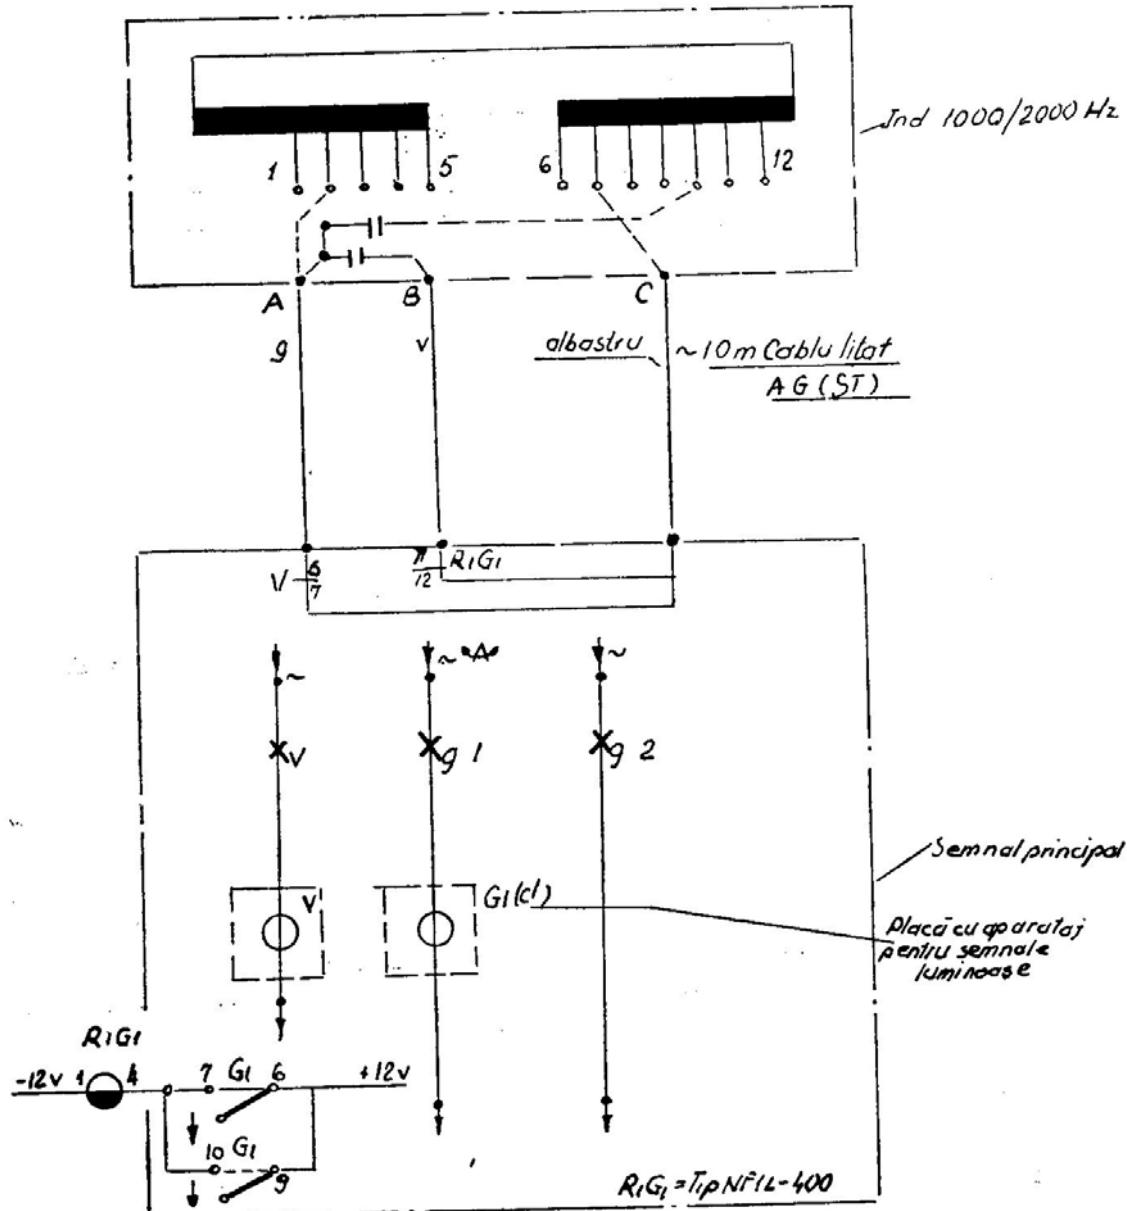

Fig. 68 Schema electrică și conectarea la semnalul de ieșire, alimentat în curent continuu de la linia directă, pe secții cu B.L.A., cu galben-clipitor
n) Semnalul de „iesire” alimentat în curent continuu de la linia directă, pe secții cu B.L.A., cu galben clipitor, echipat cu inductor de cale de 1 000/ 2 000 Hz (fig. 68).